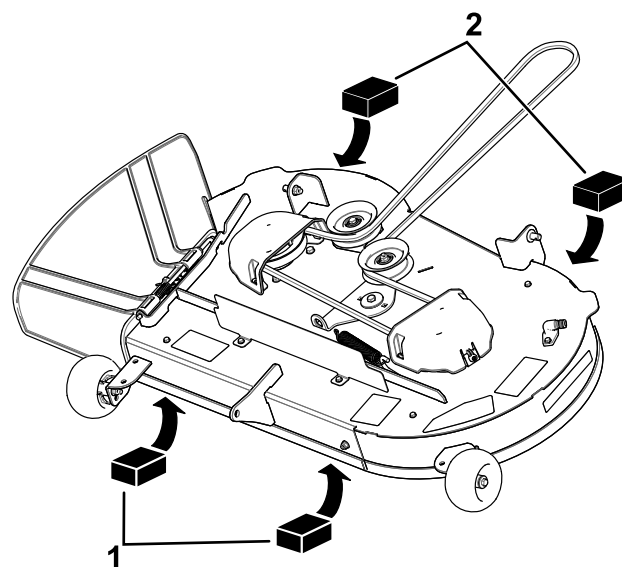
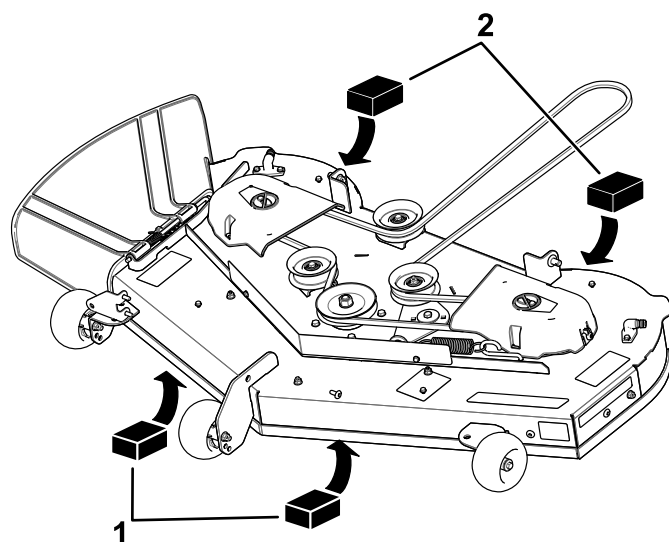

Figura 71
Figura 72
4. Amplasai 2 blocuri, fiecare având o grosime de 6,6 cm, sub fiecare parte a marginii frontale a punii, dar nu sub suporturile rolei anti-scalp (Figura 71 sau Figura 72).
5. Amplasai 2 blocuri, fiecare având o grosime de 7,3 cm, sub marginea din spate a punii de tăiere, câte unul pe fiecare parte a punii de tăiere (Figura 71 sau Figura 72).